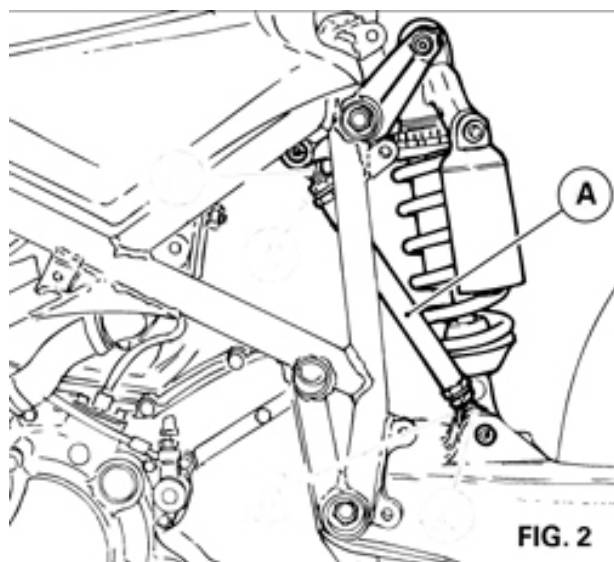

FIG. 2
- Vous pouvez augmenter ou diminuer l'assiette AR en rallongeant ou raccourcissant la bielette de suspension AR (**A**, fig. 2) ou en tournant l'excentrique de tension de chaîne.